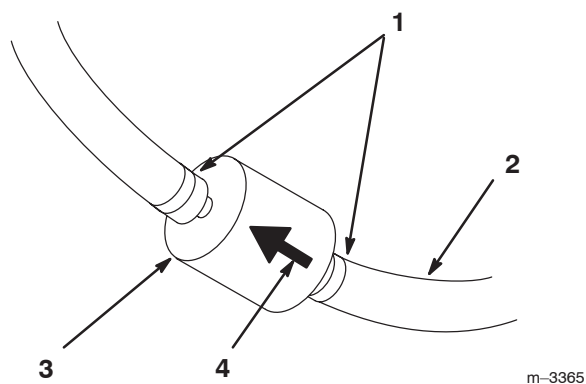

Figure 44
5. Pincez les extrémités des colliers et faites glisser ceux-ci pour les éloigner du filtre (Fig. 44).